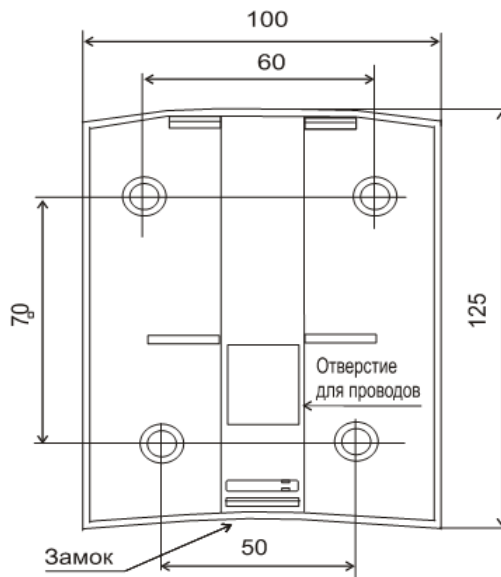

Рисунок 1. Установочные размеры устройства при монтаже на стену
Устройство крепится 4 шурупами, ввинченными в стену согласно габаритным размерам (рисунок 1).
3. Закрепить основание корпуса четырьмя шурупами вертикально на стене (рисунок 1).